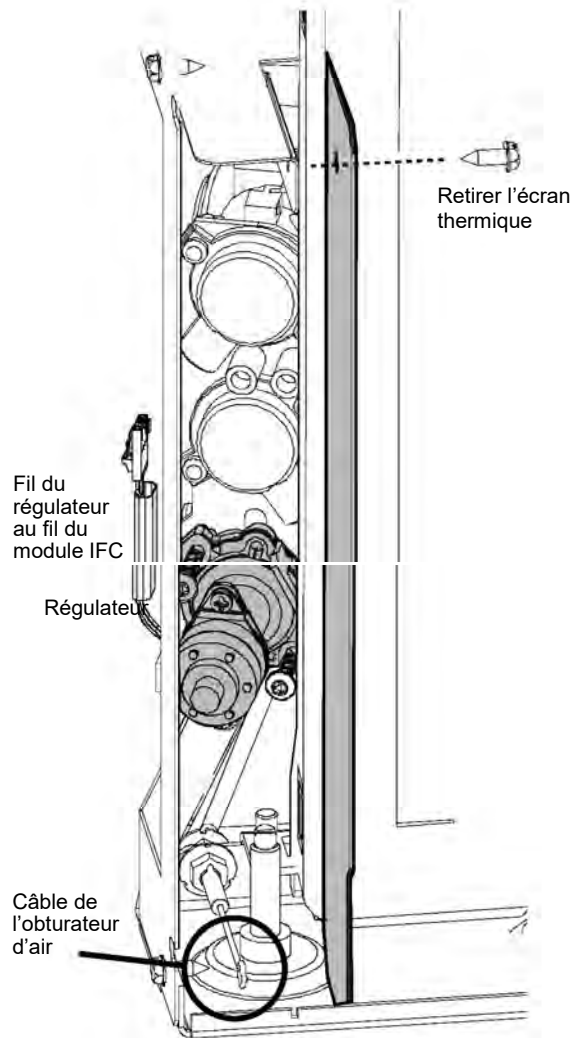

Figure 16. Remplacement du régulateur.
3. RÉTRACTER LES OBTURATEURS D'AIR : Les deux câbles des obturateurs d'air sont situés dans les compartiments de chaque côté. Poussez-les au fond pour rétracter les obturateurs, ce qui dégagera le brûleur pour le sortir du foyer. Voir fig. 16 et 58.
9. Remplacement du régulateur variable sur la valve de contrôle de gaz. Voir fig. 16.